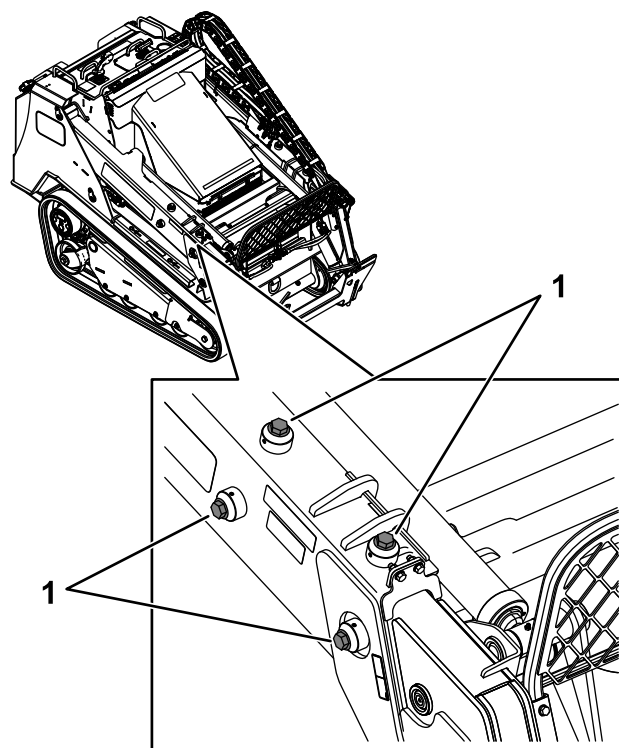

Рисунок 83
3. На каждой стреле погрузчика ослабьте установочные винты на четырех регулировочных винтах (Рисунок 83).